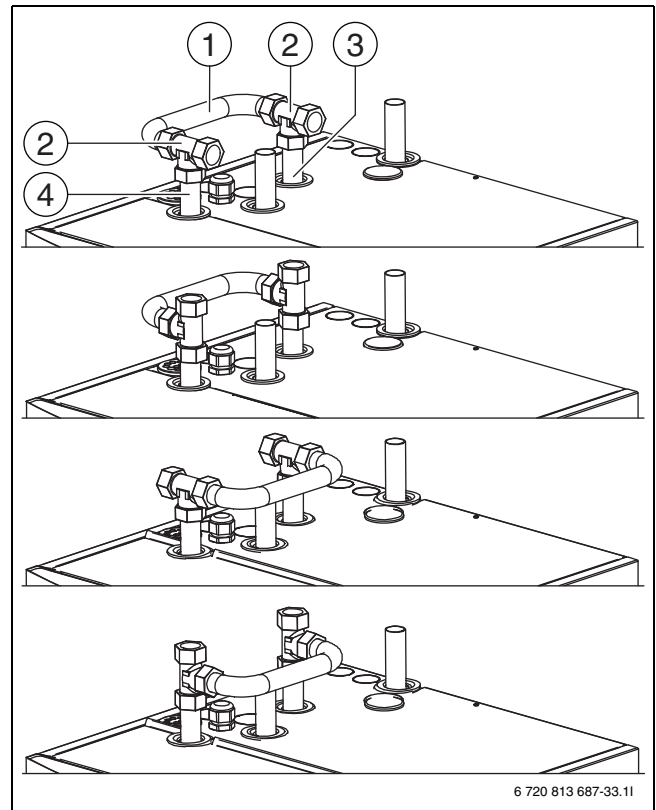

Рис. 23 Байпас
- ▶ Подключите обратную линию отопительной системы к [4] (→ рис. 23).
- ▶ Подключите подающую линию отопительной системы к [3] (→ рис. 23).
Смонтируйте байпас и тройники в соответствии с показанными вариантами (→ рис. 23).